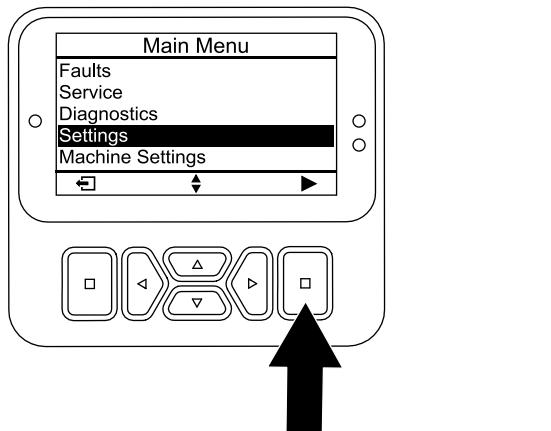

Figura 27
- En el MENÚ PRINCIPAL, vaya al menú SETTINGS (Ajustes) y pulse el botón de selección (Figura 27).